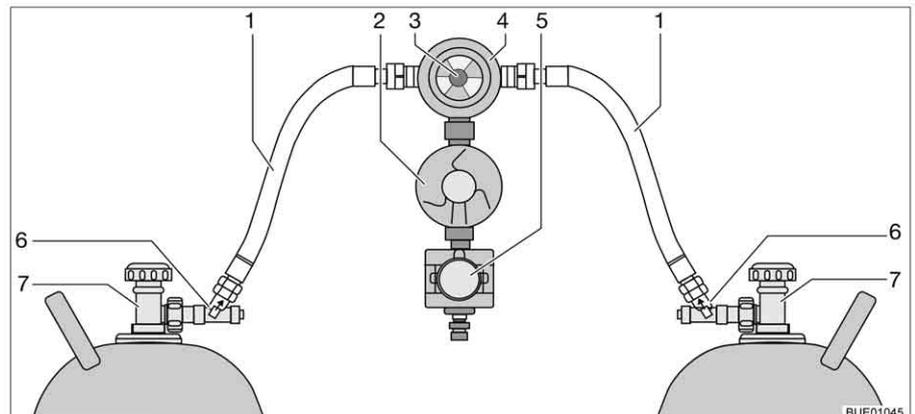

Fig. 112 Instalación de conmutación Crash Protection Unit
La Crash Protection Unit se compone de dos restrictores de desbloqueo manual (Fig. 112,6), una válvula selectora (Fig. 112,4) con regulador de presión (Fig. 112,2), una electroválvula (Fig. 112,5) y la unidad de mando con LED de tres colores. La válvula selectora está montada entre las dos gomas del gas (Fig. 112,1).
Con el botón giratorio (Fig. 112,3) en la válvula selectora se puede determinar cuál de las bombonas de gas se utilizará como bombona de servicio y cuál bombona de gas como bombona de reserva.
En la unidad de mando (Fig. 113) únicamente pueden conmutarse las funciones eléctricas. Las llaves de paso principales de las bombonas de gas (Fig. 112,7) y los desbloques (Fig. 112,6) deben abrirse a mano.
- Abrir las llaves de paso principales en las bombonas de gas (Fig. 112,7).
- Pulsar los desbloques (Fig. 112,6), uno tras otro, durante 10 segundos.
- Con el botón giratorio (Fig. 112,3) en la válvula selectora (Fig. 112,4), seleccionar la bombona de gas de la que habrá de tomarse el gas principalmente (bombona de servicio). Girar el botón giratorio siempre hasta el tope.
- Cerrar las llaves de paso principales en las bombonas de gas (Fig. 112,7).